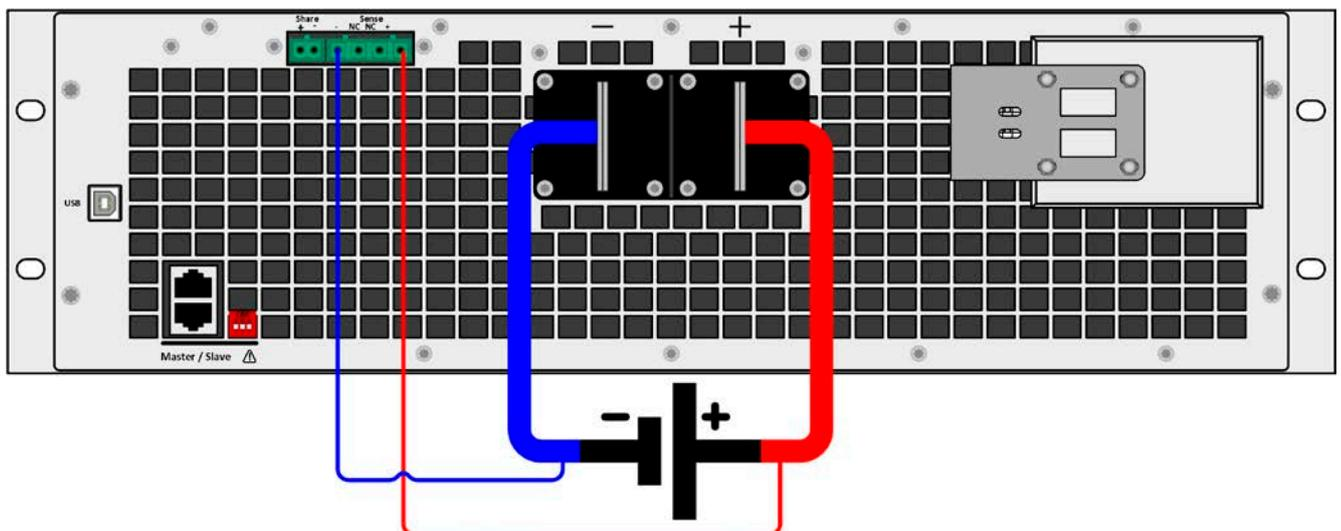

Bild 8 - Beispiel Fernfühlungsverdrahtung
- Die Fernfühlung ist nur im Konstantspannungsbetrieb (CV) wirksam und der Fernfühlungsanschluß sollte möglichst nur solange angeschlossen bleiben, wie CV benutzt wird, weil die Schwingneigung des Systems durch Verbinden der Fernfühlung generell erhöht wird.
- (+) Sense darf nur am (+) der Quelle und (-) Sense nur am (-) der Quelle angeschlossen werden. Ansonsten könnte die elektronische Last beschädigt werden. Siehe auch Bild 8.